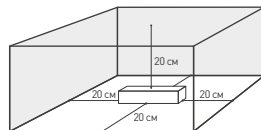

Рис. 1.
- 4.3. Для естественной вентиляции обеспечьте свободное пространство вокруг источника питания не менее 20 см., как изображено на рис. 1. Если это невозможно — используйте принудительную вентиляцию. В случае установки в ограниченном пространстве (например, лайтбокс или профиль) предусмотрите обеспечение требуемого температурного режима источника питания. Не допускайте работу блока питания с температурой корпуса, равной T_c , даже если температура окружающей среды в пределах допустимого, т. к. это снижает гарантийный срок в 2 раза.